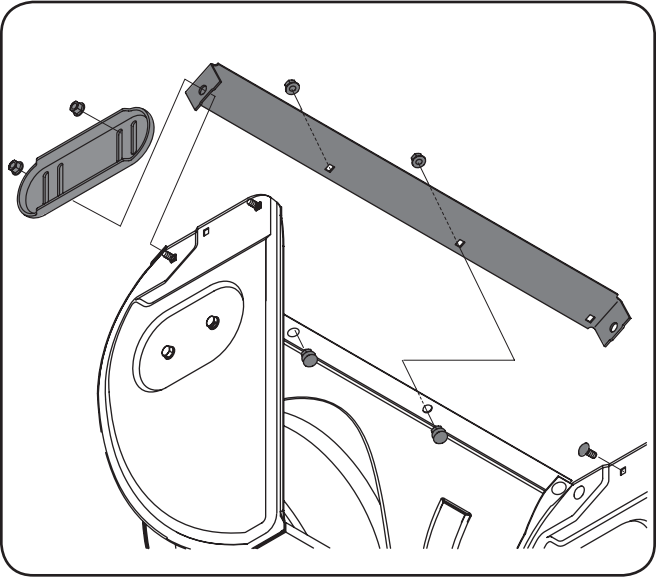

Figure 6-1
2. Remontez les nouveaux patins avec les boulons ordinaires (deux sur chaque côté) et les contre-écrous à embase. Voir la Figure 6-1.